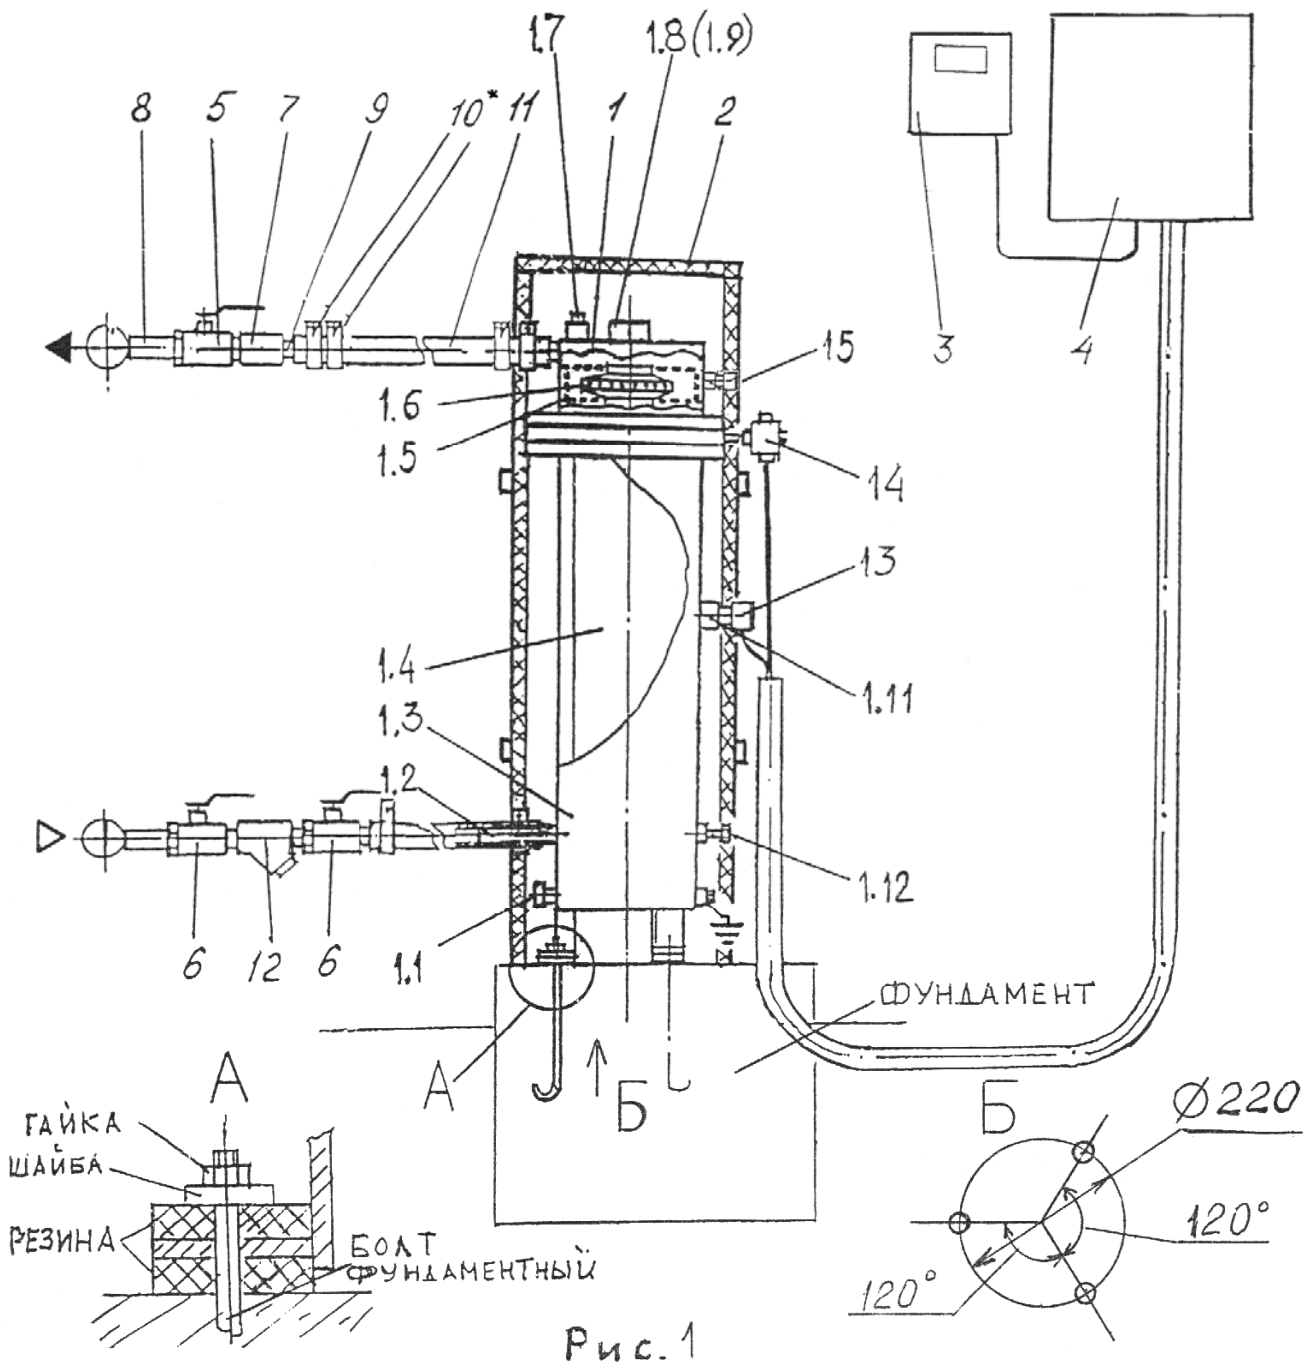
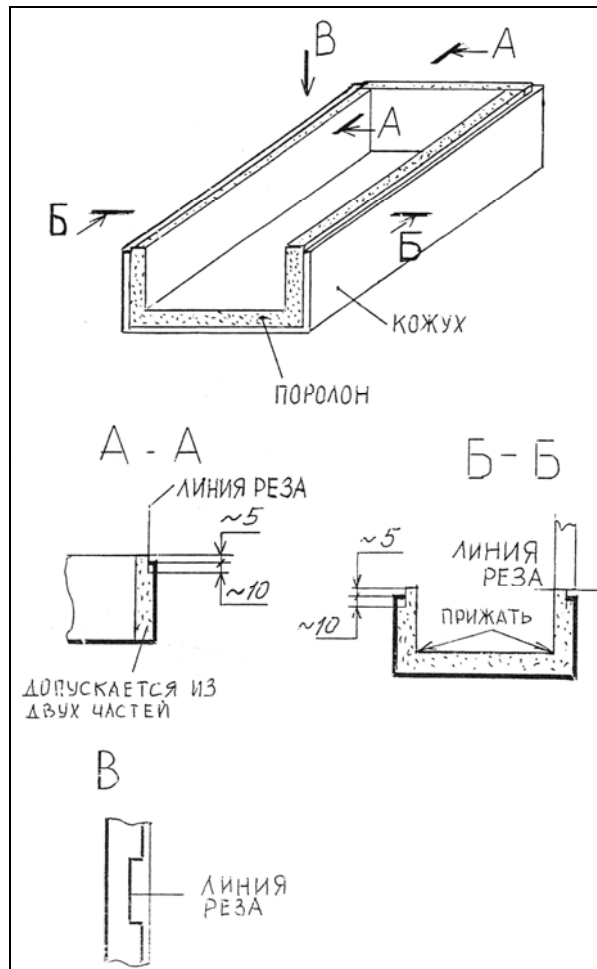

Рис.1. Установка тепловая:
Рис.2. Схема укладки поролона.
- 8.15.12. После предварительного нагрева приоткрыть кран (задвижку) 5 верхнего отводящего рукава («подача») (рис.1) примерно на половину свободного хода. При этом необходимо следить, чтобы подводящий рукав не «слипался» от отрицательного давления на всасывании, создаваемого АКР. Если подводящий рукав «слипается», слегка прикрыть кран (задвижку) 5 верхнего отводящего рукава («подача»). Краны 6 нижнего подводящего рукава («обратка») при этом должны быть открыты полностью! Через 1-2 мин замерить потребляемые токи, которые должны отличаться от номинальных не более чем на 25%. Если токи не соответствуют норме, см. раздел 11 «Возможные неисправности и способы их устранения».
- 8.19. Повторно прочистить (проверить) фильтр 12 (рис.1). Для этого выключить установку, закрыть краны 6 нижнего подводящего рукава («обратка»), открутить внизу фильтра пробку, извлечь сетчатый элемент. В случае загрязнения промыть сетчатый элемент и проточные полости фильтра. Собрать фильтр. Повторное загрязнение фильтра говорит о том, что система отопления (ГВС, технологическая) загрязнена и плохо промыта. В этом случае необходимо повторно произвести промывку, заполнение водой системы и удаление из нее воздуха. *Примечание: Контроль состояния фильтра 12 без его*
- 8.20. Повторно удалить воздух из АКР. Для этого открыть краны 6 нижнего подводящего рукава («обратка») (рис.1) и развоздушить АКР при помощи находящегося на нем спускника воздуха 1.7 (рис.1).
- 10.4. Контролируются ежемесячно: напряжение питающей сети; производится очистка фильтра 12 (рис.1) (см. раздел 6 и п.8.19).
- 11.2.2. Если параметры питающей сети соответствуют номинальным, а потребляемый установкой ток ниже номинального более чем на 25%, возможна слабая подача воды в АКР через подводящий рукав (насос «голодает»). Причиной могут быть воздух в системе отопления, отсутствие воды в системе отопления, неправильный ее монтаж, а также засорение фильтра 12 (рис.1). В этом случае:
- Прочистить фильтр 12 (рис.1). Для этого закрыть краны 6 (рис.1), открутить внизу фильтра пробку, извлечь сетчатый элемент и промыть его. Собрать фильтр.
- Удалить воздух из АКР. Для этого открыть краны 6 подводящего штуцера (рис.1) и развоздушить АКР при помощи находящегося на нем спускника воздуха 7 (рис.2).
- перекрыть доступ воды в АКР (закрыть кран (задвижку) 5 верхнего отводящего рукава («подача»), закрыть краны 6 нижнего подводящего рукава («обратка») (рис.1));
- слить воду через сливное отверстие, открутив пробку 1.1 (рис.1).
- 12.1.2. Отключить выходные провода АКР от сжимов 14 (рис.1).
- 12.1.3. Отключить аварийные датчики температуры 13 и давления 15 (рис.1), демонтировать их с АКР.
- 12.1.4. Отсоединить от АКР подающий и отводящий рукава 11 (рис.1).
- 12.1.5. Зафиксировать электродвигатель АКР на время транспортировки болтами фиксации 12 (рис.2).